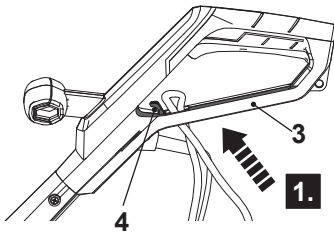

Fig. 4
1. Doble el cable alargador hacia atrás, a unos 30 cm del extremo y pase el nudo por el agujero de la protección trasera (3) (Fig. 4, paso 1).
2. Páselo por el retenedor del cable (4) y tire suavemente de él para asegurarse de que está bien sujeto (Fig. 4, paso 2).